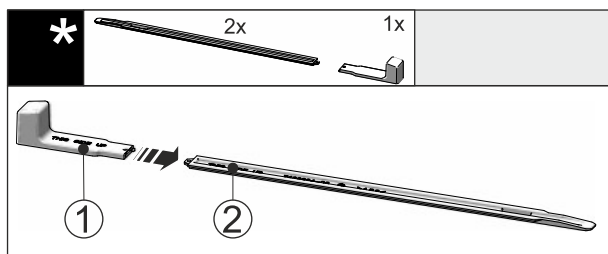

Fig. 54
► Inserire l'impugnatura di montaggio Fig. 54 (1) sulla guida di livellamento Fig. 54 (2).